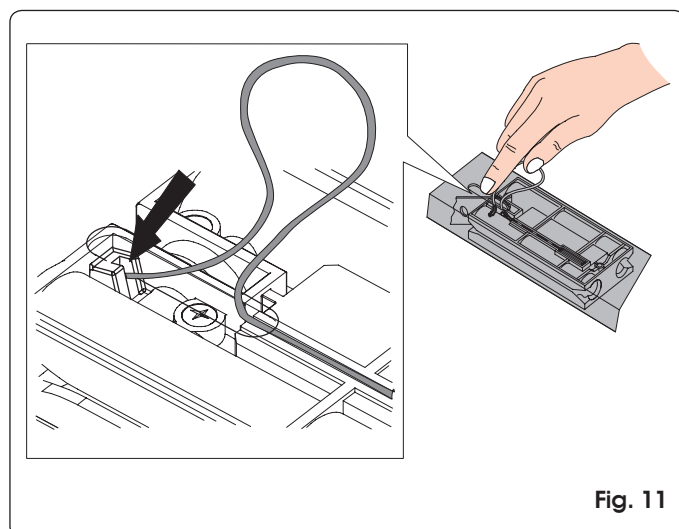

Fig. 11
- 3) Faire reculer le chariot vers le groupe de l'embrayage de la traction jusqu'à ce que le trou de passage sur le chariot coïncide avec la rainure et y passer le fil dénudé (Fig. 11).